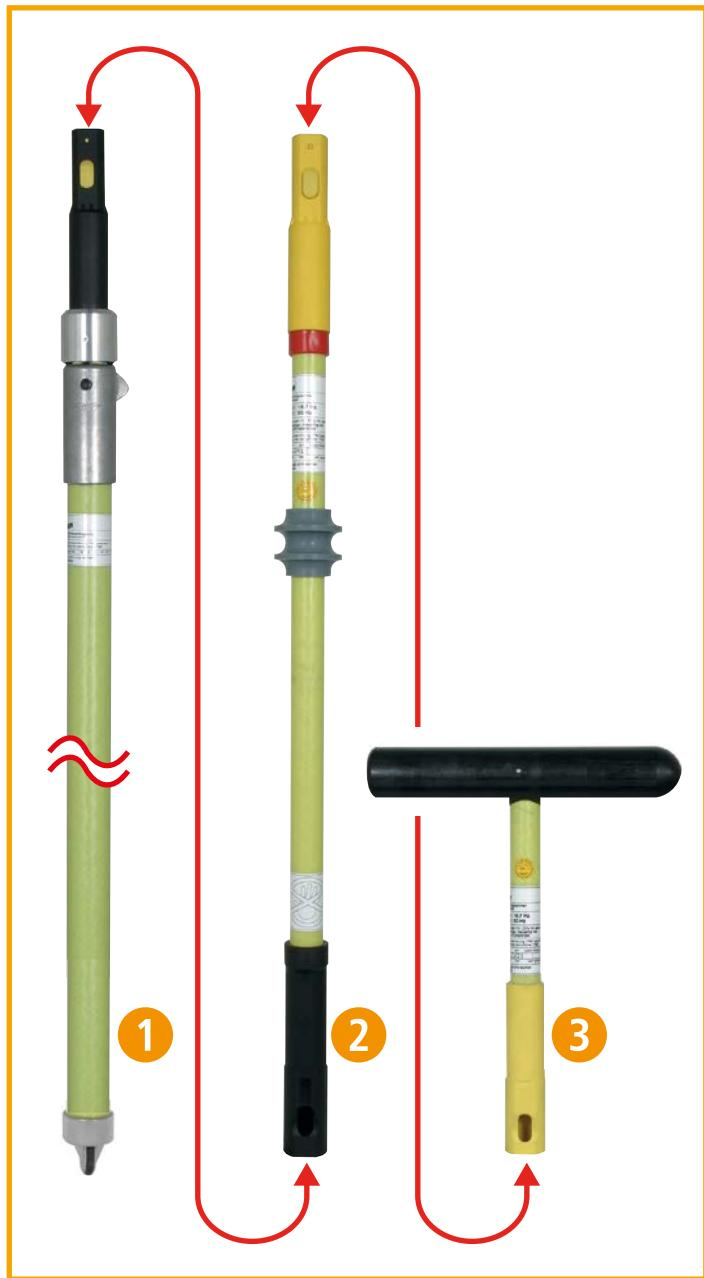

Figure 1 Composants
- ⇒ Avant l'assemblage, la perche isolante, la rallonge de manche télescopique et la tête doivent être contrôlées quant à d'éventuels dommages mécaniques (fixation des blindages, fixation de la bague rouge ainsi que de la bague de repère noire, fissures et rayures profondes au niveau de la zone isolante et de la rallonge, ...) (voir figure 1, page 6).